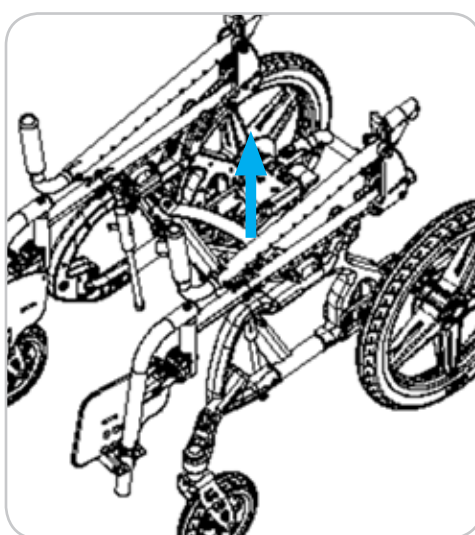

Figura 9
7. Tirare verso l'alto la cinghia di chiusura. Cfr. Figura 9.